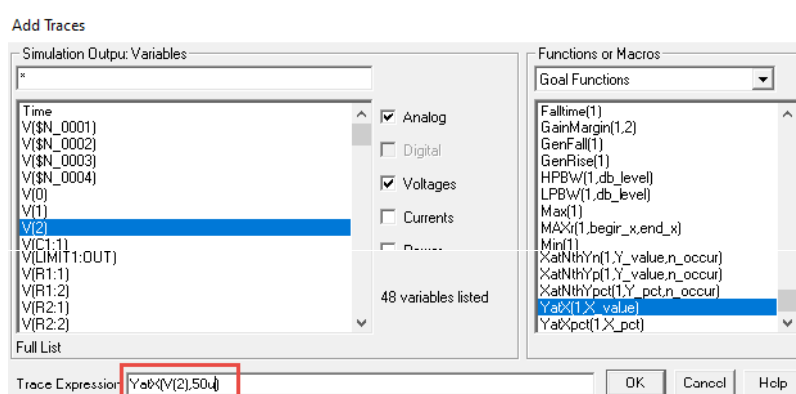

Рис.13. Задание функции V2 в точке 50 мкс
- Создать дополнительный график для параметрического анализа (пиктограмма ) , и затем (пиктограмма ) ввести функцию зависимости амплитуды выходного сигнала от амплитуды входного сигнала $U_{\text{вых}}(U_{\text{вх}})$ (см. рис.13).